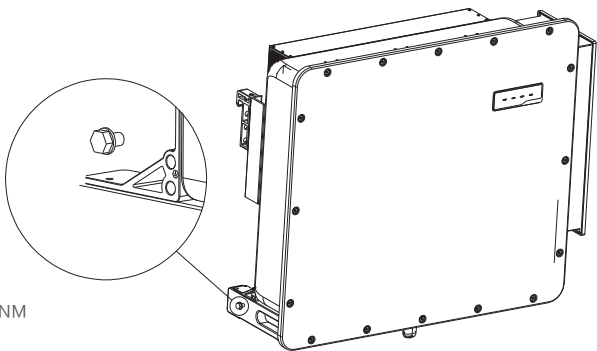

图3.12 固定线缆
6. 将接地线连接到散热器上的接地点，并拧紧接地螺栓，扭矩为10~12Nm（参见图3.12）。